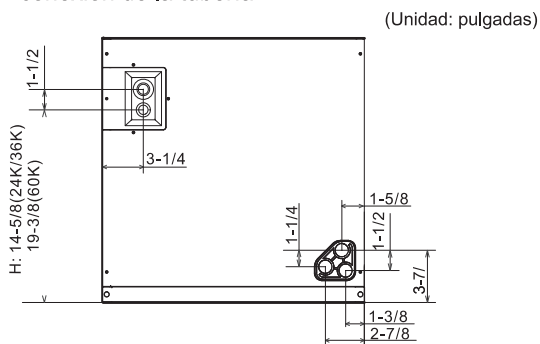

Imagen 3.1 Posiciones de la conexión de la tubería
- 1) En las Fig. 3.1 se muestran las posiciones de conexión de la tubería.